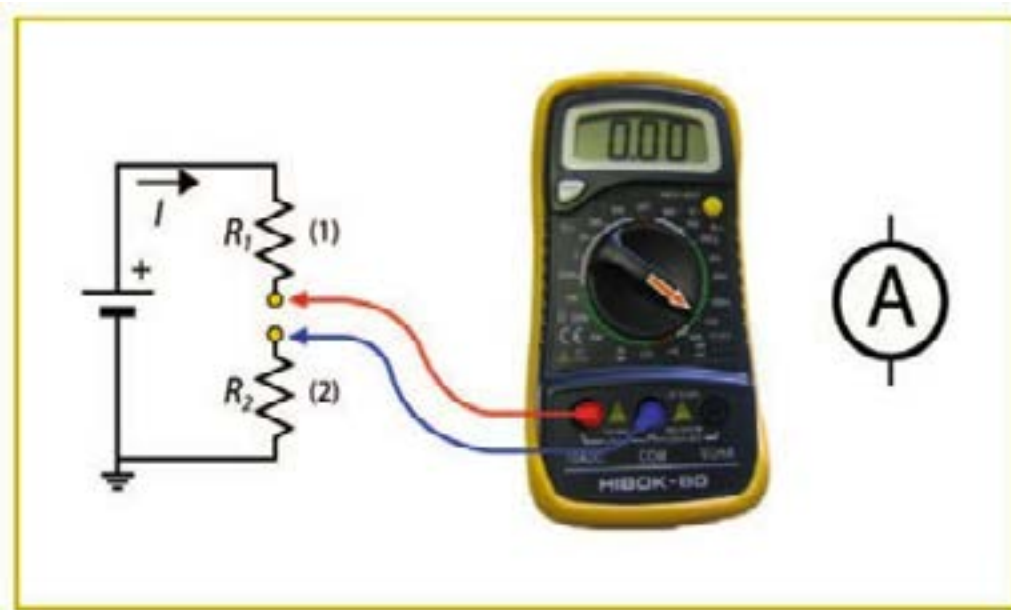

**Figura 1.** Medición de voltaje (conexión paralela).
- En la **figura 1** se muestra el procedimiento de medida de la tensión, suponiendo que la fuente es alterna, la medida se realiza en **conexión paralelo** al componente que se desea medir